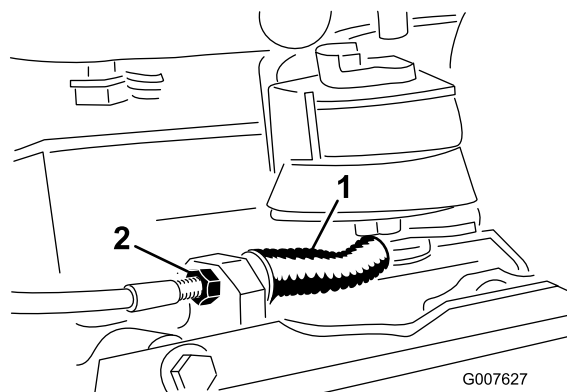

Рисунок 33
- Для уменьшения натяжения тросика отпускайте переднюю зажимную гайку тросика и затягивайте заднюю гайку (Рисунок 33). Повторите этапы 1 и 2 и при необходимости повторите регулировку.
- Для увеличения натяжения тросика затягивайте переднюю зажимную гайку тросика и отпускайте заднюю гайку (Рисунок 33). Повторите этапы 1 и 2 и при необходимости повторите регулировку.